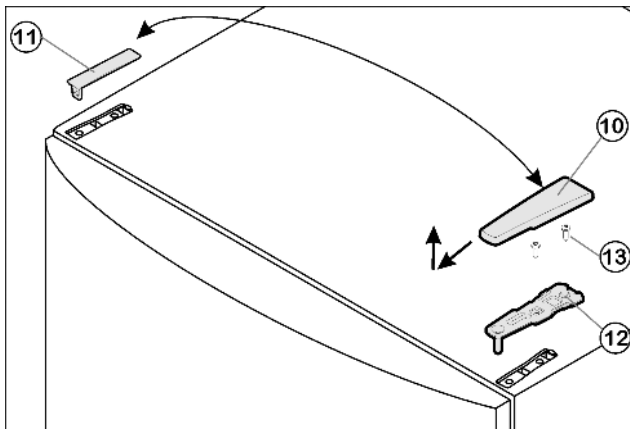

Fig. 4
- ▶ Потяните крышку Fig. 4 (10) вперед и вверх.
- ▶ Снимите крышку Fig. 4 (11).
- ▶ Открутите верхний опорный кронштейн Fig. 4 (12) (2 шт. Torx® 25) Fig. 4 (13) и вытяните вверх.
- ▶ Установите верхний опорный кронштейн Fig. 4 (12) на новой стороне шарнира и защелкните в дверце.
- ▶ Прикрутите верхний опорный кронштейн Fig. 4 (12) (с моментом 4 Нм) (2 шт. Torx® 25) Fig. 4 (13). При необходимости сделайте отверстия или используйте аккумуляторную отвертку.
- ▶ Защёлкните крышку Fig. 4 (10) и крышку Fig. 4 (11) на противоположной стороне.